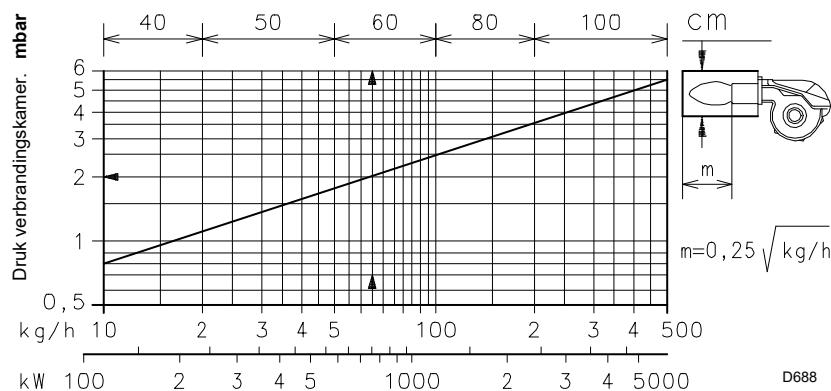

Fig. 4
4.4.1 Proefketel (Fig. 4)
In (Fig. 4) zijn de diameter en de lengte van de testverbrandingskamer aangegeven.